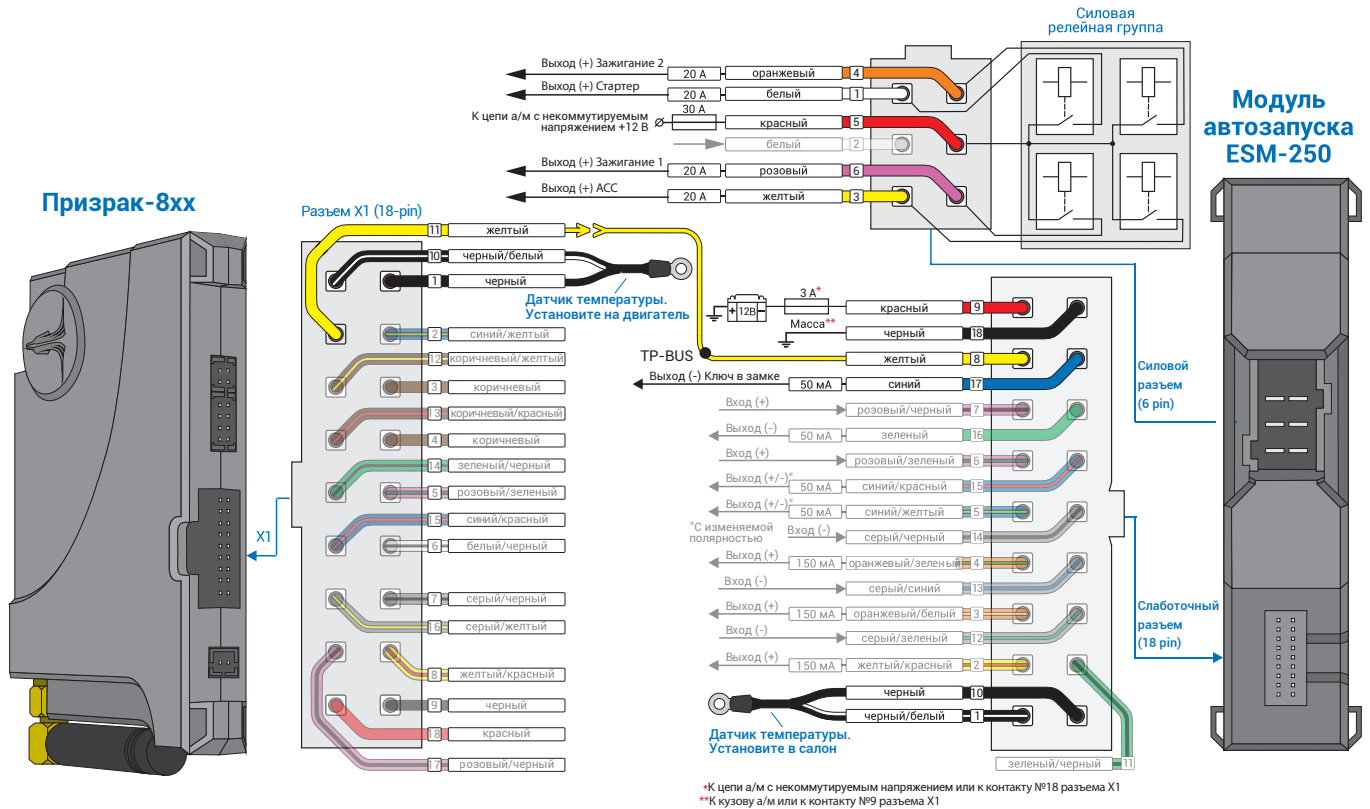
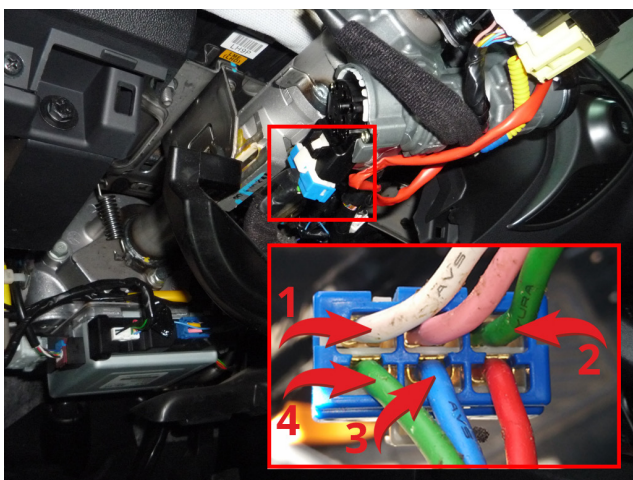
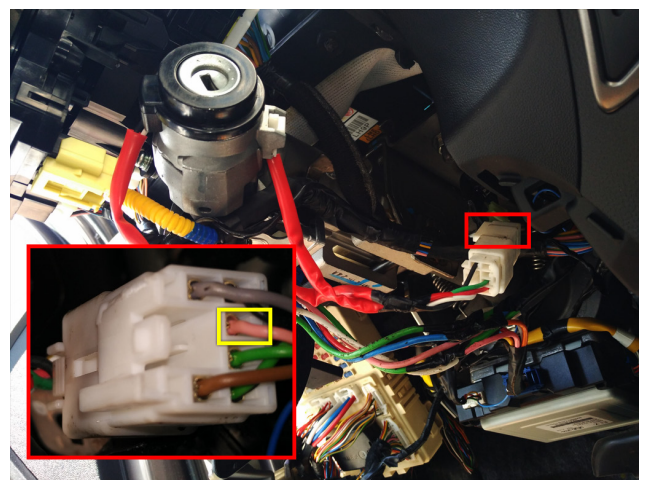

Рис.3 Подключение модуля автозапуска ESM-250
Рис.4 Подключение к силовым цепям запуска двигателя
Рис.5 Ключ в замке
4. Подключите модуль автозапуска ESM-250 – выводы модуля, которые требуется подключить выделены на рис. 3. Подключение производится в синем разъеме непосредственно у замка зажигания (см. рис. 4). Так же требуется подключение к проводу а/м, на котором присутствует статус «ключ в замке» (см. рис. 5).